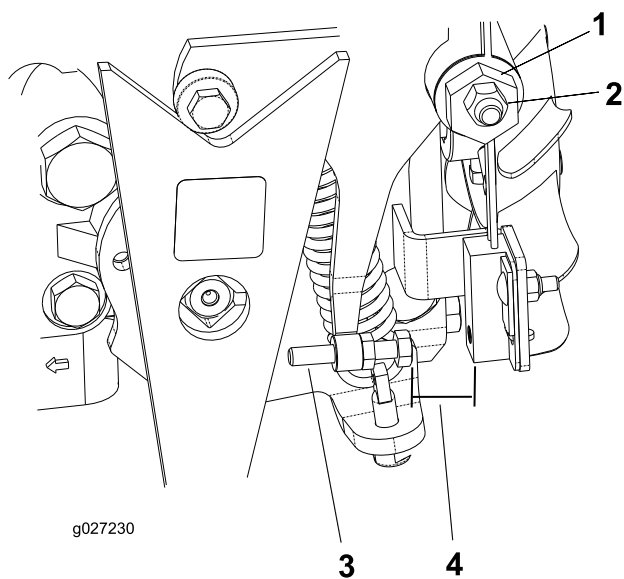

Рисунок 35
- Ослабьте контргайку на кулачке регулировки тяги (Рисунок 35).
- Запустите двигатель и поверните шестигранник кулачка (Рисунок 35) в обоих направлениях, чтобы определить среднюю точку в центральном положении.
- Регулируйте винт до тех пор, пока зазор не составит от 0,8 до 2,3 мм; см. Рисунок 35.